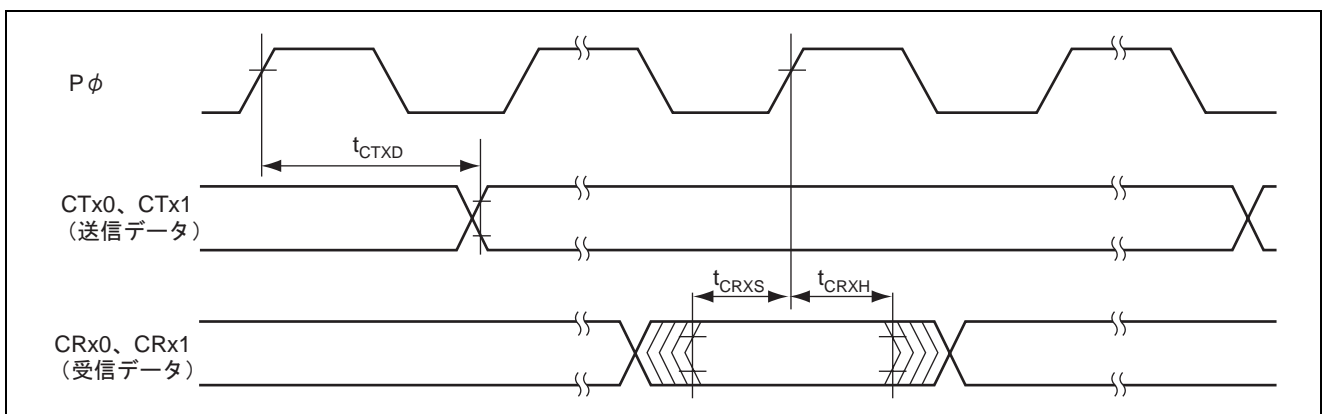

図 25.21 RCAN-TL1 入出力タイミング
- 【注】 *1 RCAN-TL1 の入出力信号は非同期信号ですが、図 25.21 に示された Pφ クロック立ち上がりで同期化されます。